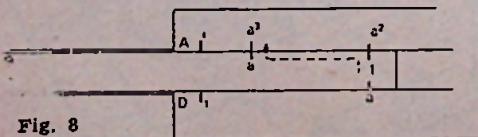

Fig. 8
Hierbij kan het voorkomen, dat de af te lezen waarde buiten de schaalverdeling valt. In dat geval wordt niet de voorste 1 van B onder de loperstreep geplaatst, doch de laatste (10). De schuif steekt naar links uit. Aflezing normaal (fig. 8).